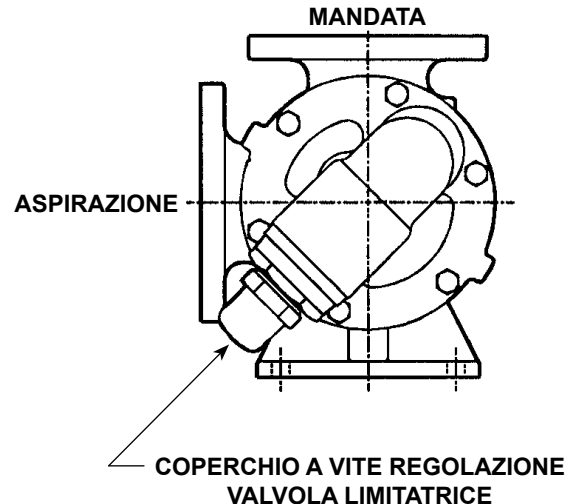

FIGURA 3
3. Il coperchio a vite di regolazione della valvola limitatrice deve essere sempre rivolto verso il lato dell'aspirazione della pompa. Vedere **Figura 3**. Se viene invertita la rotazione della pompa, rimuovere la valvola limitatrice